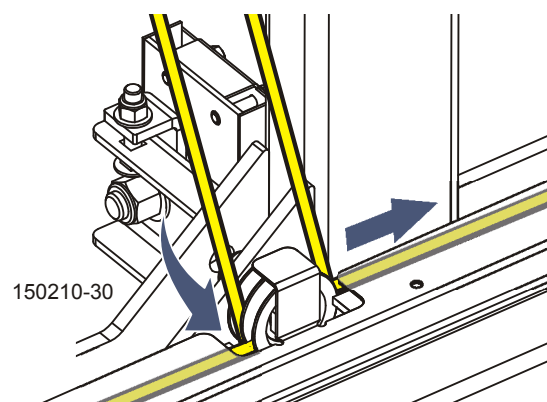

FIG. 3-13
**Voir Figure 3-13.** Faites passer la corde d'avance autour de la gorge intérieure de la poulie d'entraînement inférieure.